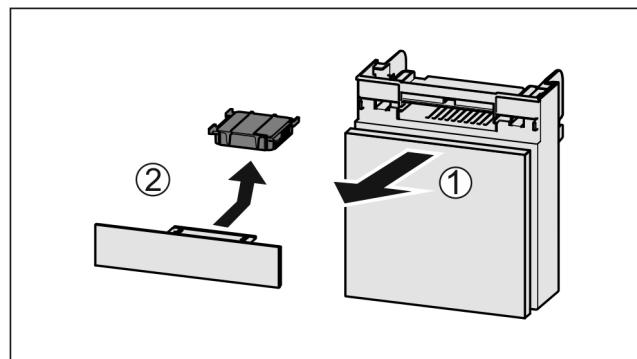

Fig. 98
- Издърпайте Fig. 98 (1) напред отделението.
- Извадете Fig. 98 (2) филтъра с активен въглен.